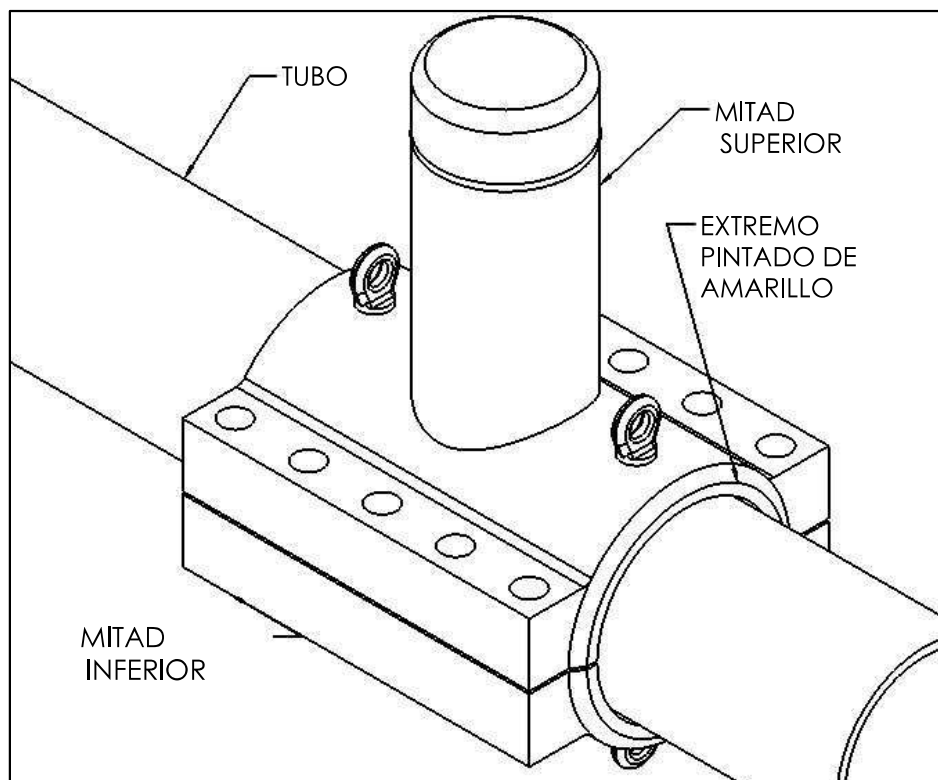

Figura 4
4. Ensamble la tapa de toma "PLIDCO Tap+Enclosure" alrededor del tubo y póngala centrada sobre la toma u obstrucción que se está cubriendo. Asegúrese de que los extremos pintados de amarillo estén juntos, como se muestra en la Figura 4. En ningún momento debe haber soldadura, fuga o anomalía alguna más cerca de ½" de los sellos circunferenciales. Trate de evitar que haya fugas directamente sobre los sellos longitudinales.